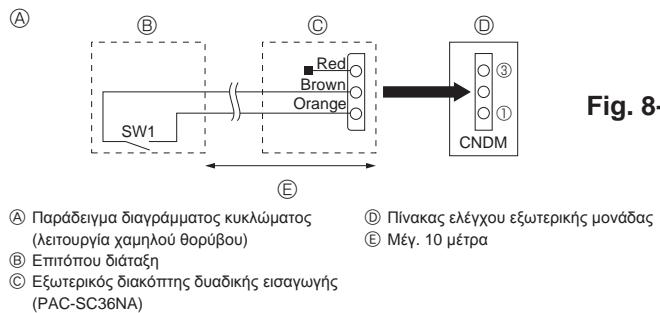

Fig. 8-1
8.1. Λειτουργία χαμηλού θορύβου (επιπόπου τροποίηση) (Fig. 8-1)